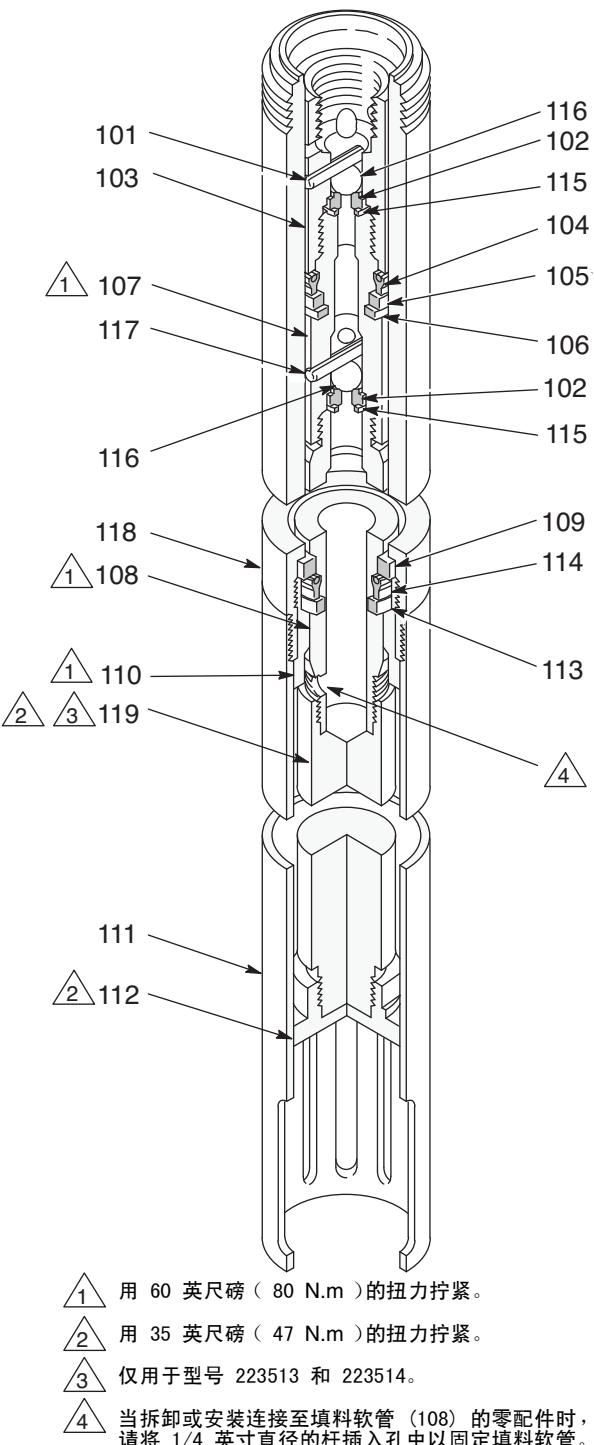

图 14
有关以下说明，请参见图 14。
1. 将销 (101) 插入活塞接头 (103)，然后将销 (117) 插入泵活塞 (107)。
2. 将泵活塞 (107) 放在台钳中，然后将垫片 (106)、密封件 (105)、密封圈 (104)、垫圈 (115)、阀座 (102) 和球 (116) 按图 14 中所示的顺序堆叠在其上。将活塞接头 (103) 拧紧至泵活塞 (107)，并用 60 英尺 - 磅 (80 N.m) 的扭力拧紧。
3. 在台钳中翻转泵活塞 (107)，然后插入球 (116)、阀座 (102) 和垫圈 (105)。
4. 将密封件 (113)、密封圈 (114) 和轴承 (109) 安装在密封罩 (110) 上。将密封罩拧到气缸 (118) 上，并用 60 英尺磅 (80 N.m) 的扭力将其拧紧。
6. **仅限型号 223513、223514：**将活塞连杆 (119) 拧紧到填料式管 (108) 中。用 35 英尺 - 磅 (47 N.m) 的扭力拧紧。
7. 将垫圈 (202) 放在往复机构的底座中。将 O 形圈 (203) 放入泵适配器 (43) 的槽中。将汽缸拧入泵适配器中。
8. 将填料式活塞 (112) 拧紧到活塞连杆 (119) 上。用 35 英尺 - 磅 (47 N.m) 的扭力拧紧。
9. 将填料式气缸 (111) 拧紧到汽缸 (118) 上。